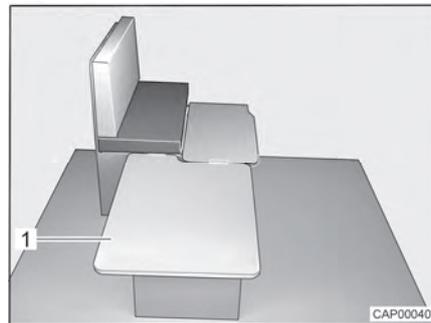

Fig. 52 Pendant la transformation
- Accrocher la planche amovible (Fig. 52,1) le long de la banquette et la poser sur la table.